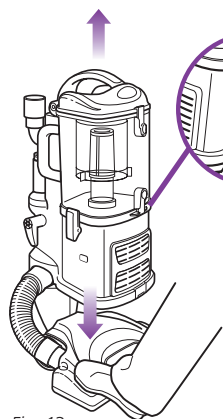

Fig. 13
- 1 Séparez le corps de l'aspirateur portatif *Lift-Away*^{MD} de la brosse à planchers en enfonceant le bouton de dégagement rouge (a) sur le côté de l'appareil. Maintenez la brosse sur le plancher avec votre pied et tirez le corps de l'aspirateur vers le haut. (Fig. 13)